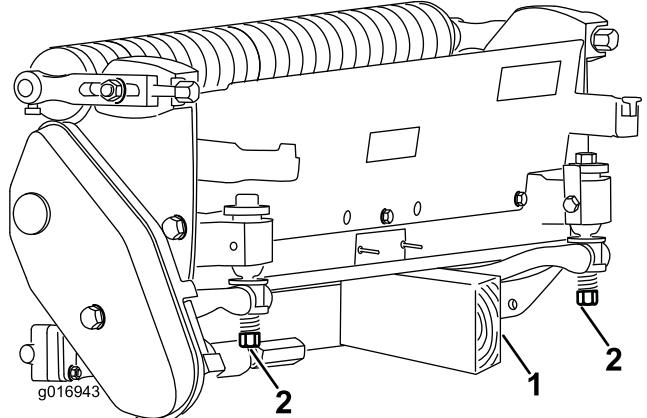

図 3
ベッドナイフやリールを見るためにカッティングユニットを立てる場合には、ベッドバー調整ねじのナットが床面に接触しないように、カッティングユニットの後ろ側をスタンドなどで支えてください図 3。
- 注** ユニットについているベッドバー調整ねじのナットなどが床に当たっていないことを確認する。図3。
重要 カッティングユニットを傾けてベッドナイフとリールが見えるようにする際には、ベッドバー調整ねじが床や作業台に押し付けられることのないよう、カッティングユニット後部に支えを入れて浮かせてください図 3。